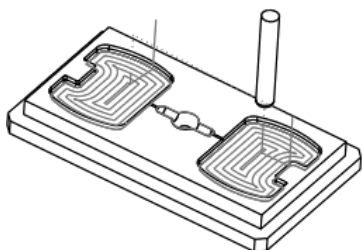

图 10.4.76 刀具的行走路线
Step1. 在 ▼ NC SEQUENCE (NC 序列) 菜单中选择 Play Path (播放路径) 命令, 此时系统弹出 ▼ PLAY PATH (播放路径) 菜单; 然后在 ▼ PLAY PATH (播放路径) 菜单中选择 Screen Play (屏幕播放) 命令。单击“播放路径”对话框中的  按钮, 观测刀具的行走路线, 如图 10.4.76 所示。